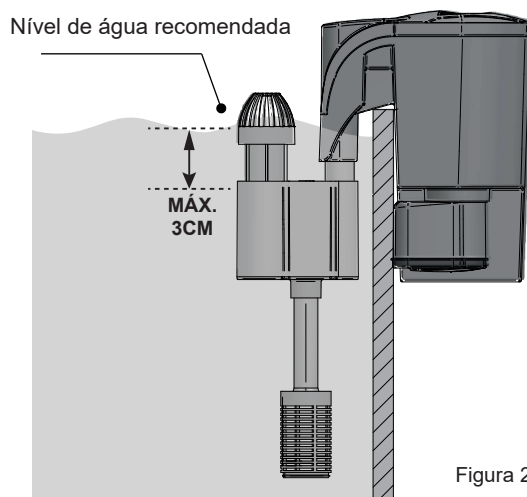

Figura 2
**OBS: Ao captar água da superfície mantenha o nível recomendado de água no aquário (Figura 2) para evitar entrada de ar.**